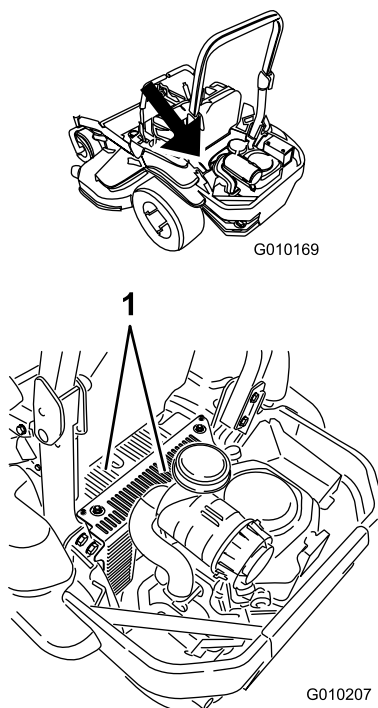

Figure 80
5. Débarrassez les carénages de l'unité hydraulique de l'herbe et des débris accumulés (Figure 80).